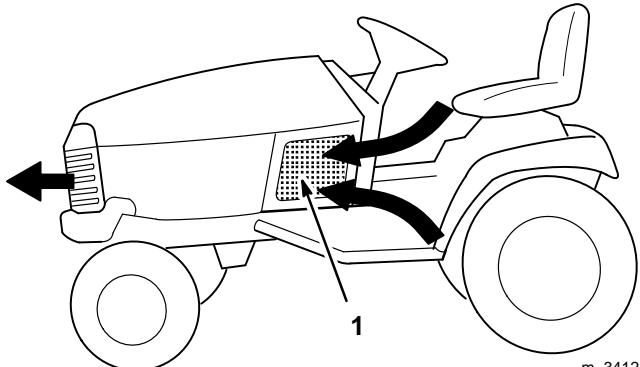

Abbildung 8
2. Die 3 Lufteinlaßsiebe (Abb. 8) auf Fremdkörper untersuchen. Fremdkörper vor jedem Einsatz und/oder während des Einsatzes entfernen, wenn nötig.